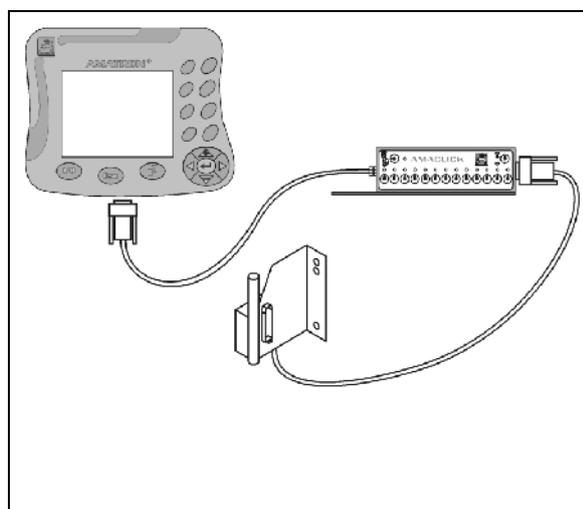

Fig. 135
- uten multifunksjonsspak som beskrevet på Fig. 135.